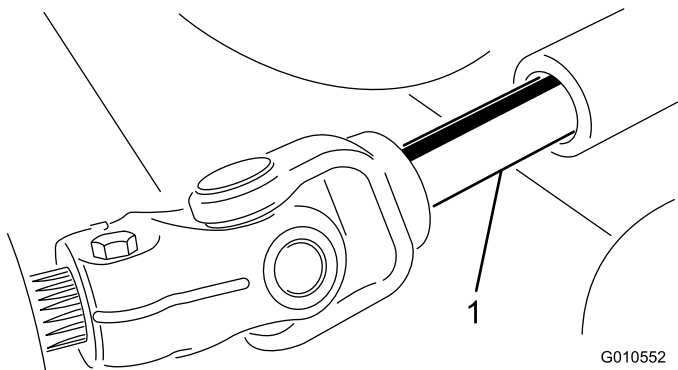

Bild 17
- Stellen Sie den Motor ab und rollen Sie das Mähwerk von der Zugmaschine und dem Trägerrahmen weg, trennen Sie die Außen- und Innengewindeteile der ZWA-Welle (Bild 17).